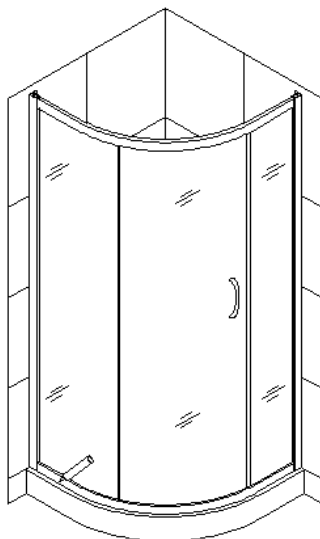

рис. 10
11. Проложите силикон между Настенным профилем, Стекланным профилем, нижней направляющей и поддоном **(рис. 10)**.